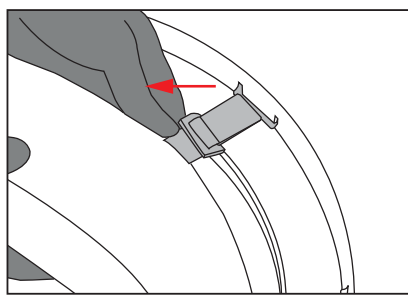

Figura 6.2
- A continuación, localice las cinco correas que se encuentran en la parte trasera del asiento. Comenzando por una de las dos correas del exterior, gire el sujetador de plástico para poder pasarlo por la ranura y luego tire de la correa para sacarla por completo de la ranura. **Ver Figura 6.2.**